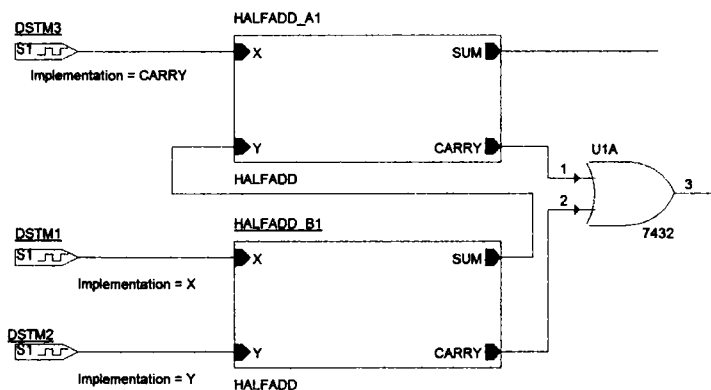

Рис. 18.14. Установка стимулов в проект
21. Укажите значение свойства по осуществлению как Carry, X и Y соответственно (рис. 18.14).